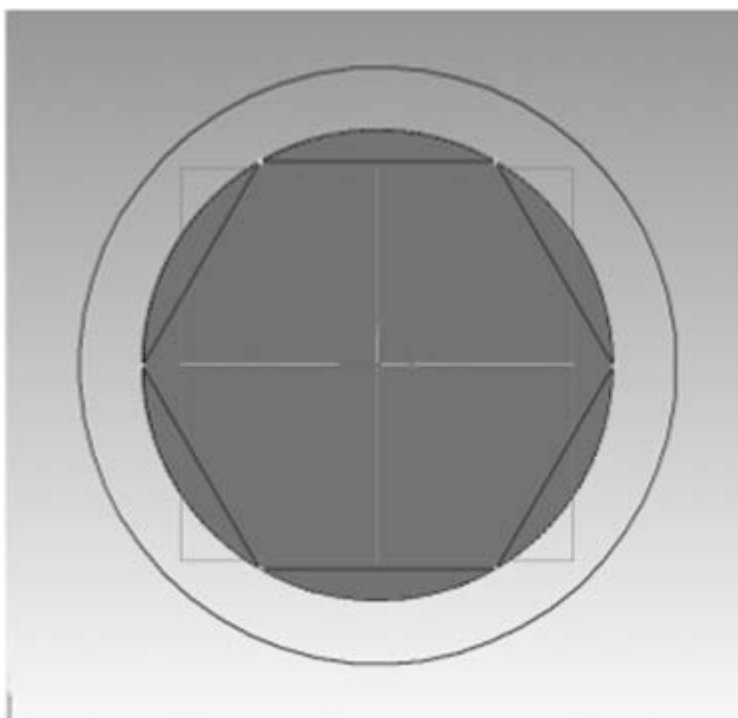

Рис. 8.3- Построение эскиза шестиугольника
- 5.3. Затем строим произвольную окружность так, чтобы ее диаметр был больше размеров шестиугольника (рис. 8.3).